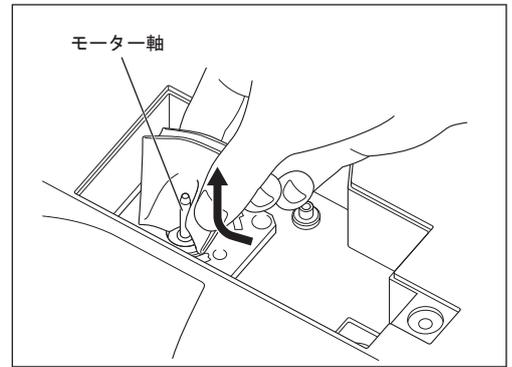

図57
- モーター軸の汚れや水分を拭き取る際は、根元から拭きあげてください（図57）。